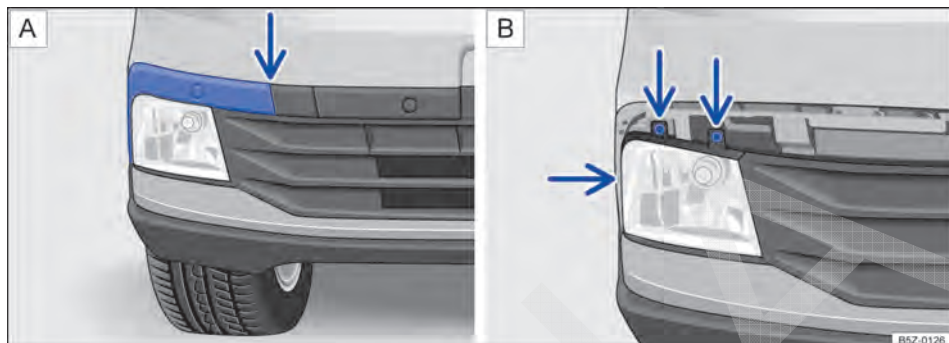
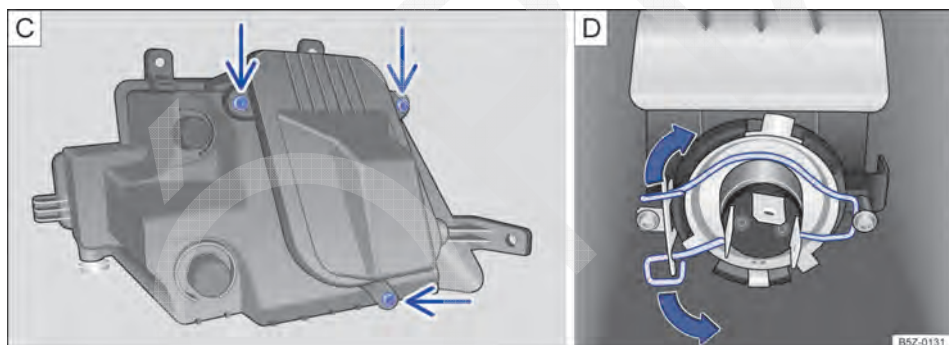

Fig. 175 No para-choque dianteiro: (A) desinstalar a moldura do farol de neblina e (B) retirar os parafusos do farol de neblina.
Fig. 176 No para-choque dianteiro: (C) retirar os parafusos da cobertura da lâmpada e (D) lâmpada do farol de neblina.
2. Desencaixar a moldura, cuidadosamente ⇒ , primeiramente pelo local indicado pela seta ⇒ Fig. 175 A. Remover completamente para acessar os parafusos do farol de neblina.
4. Retirar os parafusos indicados pelas setas ⇒ Fig. 175 B.
6. Retirar os parafusos indicados pelas setas ⇒ Fig. 176 C, para acessar a lâmpada do farol de neblina.
8. Comprimir a mola de travamento no sentido da seta e deslocá-la para destravar a lâmpada ⇒ Fig. 176 D.
14. Recolocar o conector de alimentação e inserir cuidadosamente o farol de neblina no alojamento do para-choque ⇒ ①.
15. Recolocar os parafusos indicados pelas setas ⇒ Fig. 175 B para fixar o farol de neblina.
16. Recolocar a moldura da esquerda para a direita ⇒ Fig. 175 A.